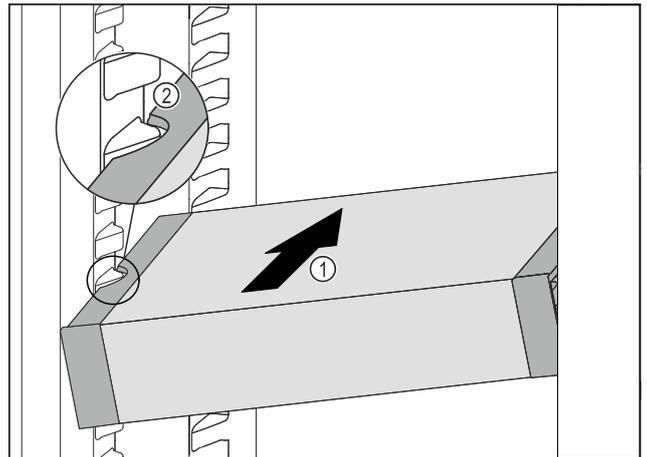

Fig. 52
- ▶ Insérer le VarioSafe en biais dans la partie réfrigérateur Fig. 52 (1) jusqu'à ce que les encoches latérales Fig. 52 (2) du VarioSafe se trouvent à la hauteur de la nervure du bac dans la partie réfrigérateur.